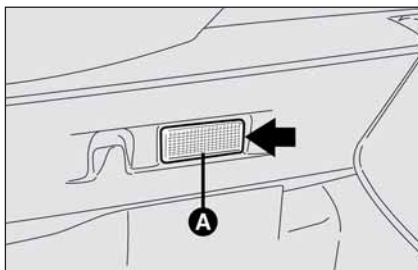

fig. 41
- enlever le plafonnier **A-fig. 41** en exerçant une pression sur le point indiqué par la flèche.
- remonter le plafonnier **A-fig. 41** en l'engageant dans sa position correcte d'abord d'un côté et ensuite en poussant sur l'autre côté jusqu'à perception du déclic de blocage.